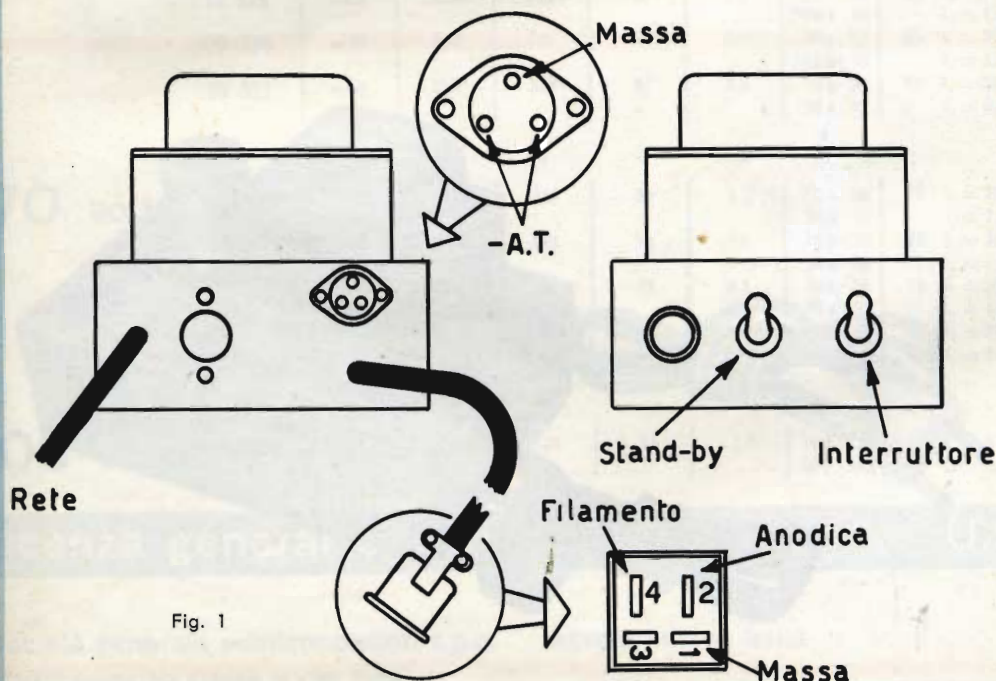

Fig. 1
In alto la fig. 1 riproduce un *orthicon*, al centro in 2 è visibile un *iconoscopio* ed in basso in 3 un *vidicon*.
Le uscite delle tensioni fanno capo ad una spina normalizzata. In fig. 1 sono riportate le connessioni alla spina stessa.
N.B. — Evitare di ingrassare la puleggia del motore (32), la ruota di frizione in gomma di comando del piatto (33), la ruota comando automatismo (84) e il bordo interno del piatto. Anche una minima parte di grasso può causare slittamenti e deformazioni delle gomme. Prima di applicare il piatto è consigliabile pulire tutti questi organi con un panno impregnato di alcool. Occorre evitare durante l'applicazione del piatto di ingrassare l'astina di ritenuta dischi (144) posta all'estremità del perno porta dischi. Questa deve cadere liberamente sotto l'azione del proprio peso. Se questo non avviene possono cadere sul piatto due o più dischi contemporaneamente.
8. Ruota di frizione in gomma 33 per comando piatto - vedi Fig. 1 -
10. Puleggia del motore 32 - vedi Fig. 1 -